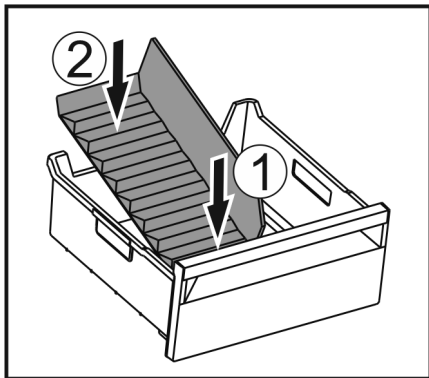

Fig. 115
- ▶ Vorderen Teil des Eisfach-Trenners einsetzen. Fig. 115 (1)
- ▶ Hinteren Teil des Eisfach-Trenners bis zum Schubfachboden absenken. Fig. 115 (2)